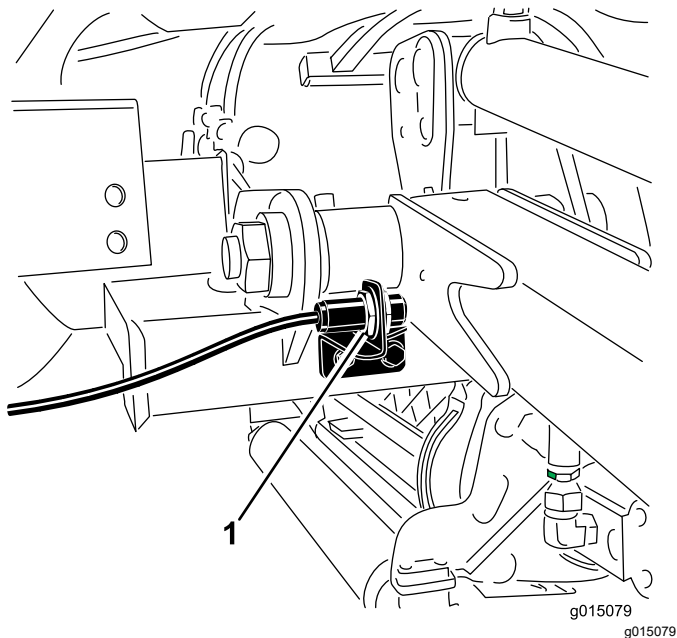

图 39
2. 提升臂开关位于右前方提升臂 (图 39) 后面。
3. 拧松开关安装螺丝图 39 并向上移动开关可增大提升臂的转向高度向下移动开关可减小提升臂的转向高度。